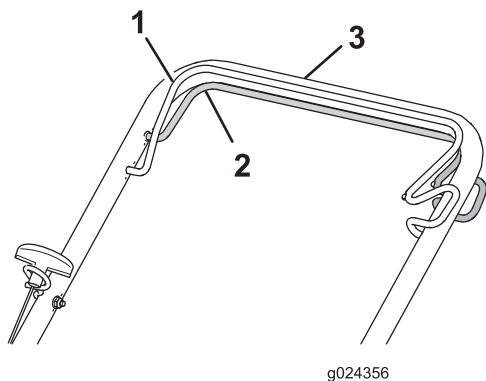

Figure 17
- Pour engager l'autopropulsion :** Serrez et maintenez la barre de commande d'autopropulsion contre le guidon (Figure 17).